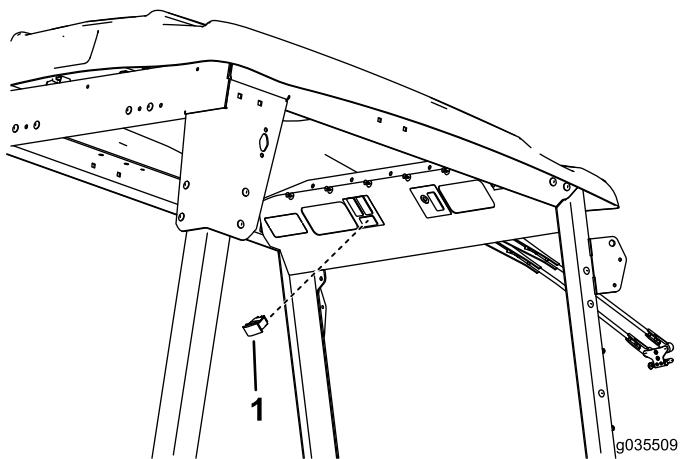

Рисунок 12
2. Найдите вилку имеющегося жгута проводки и подсоедините переключатель к вилке (Рисунок 12).